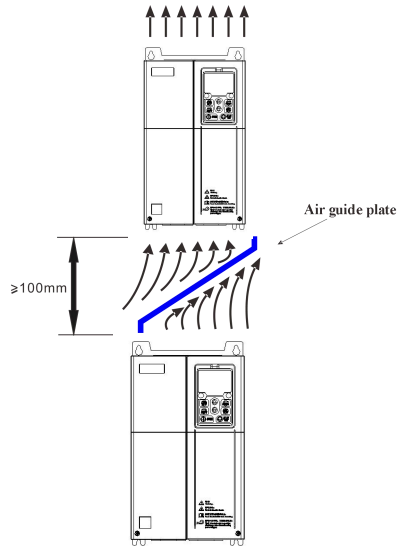

图3-2. ES300驱动器安装示意图
- 1) 请垂直安装驱动器，便于热量向上散发。但不能倒置。若柜内有较多驱动器时，最好是并排安装。在需要上下安装の場合，请参考图3-2的示意，安装隔热导流板。